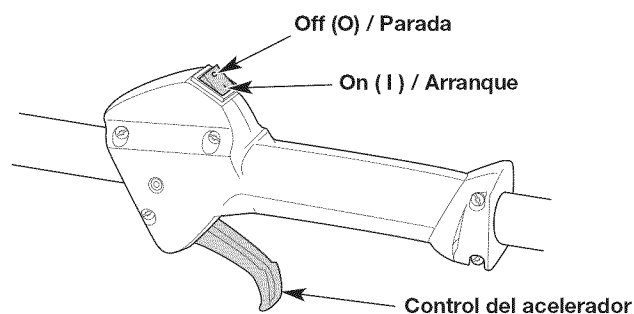

Fig. 8
**NOTA:** No es necesario encender la unidad. El interruptor de encendido/apagado está en la posición ON (1) (encendido) en todo momento (Fig. 8).
5. **NO** apriete el control del acelerador (Fig. 8). Tire de la cuerda de arranque con un movimiento controlado y firme hasta que arranque la unidad (Fig. 11).
7. Apriete y mantenga apretado el control del acelerador (Fig. 8). Continúe calentando el motor entre 30 y 60 segundos más. Se puede usar la unidad durante este período.
2. Oprima y mantenga apretado el interruptor de encendido/apagado en la posición OFF (O) (apagado) hasta que el motor se pare por completo (Fig. 8).
**NOTA:** No es necesario encender la unidad. El interruptor de encendido/apagado está en la posición ON (I) (encendido) en todo momento (Fig. 8).
6. **NO** apriete el control del acelerador (Fig. 8). Haga funcionar el accesorio Speed Start™ en intervalos de no más de 2 segundos cada vez hasta que arranque la unidad.
9. Apriete y mantenga apretado el control del acelerador (Fig. 8). Continúe calentando el motor entre 30 y 60 segundos más. Se puede usar la unidad durante este período.
1. Limpie la zona que rodea el tapón de llenado de aceite (Fig. 8) a fin de evitar que ingresen residuos en el orificio de carga de aceite.